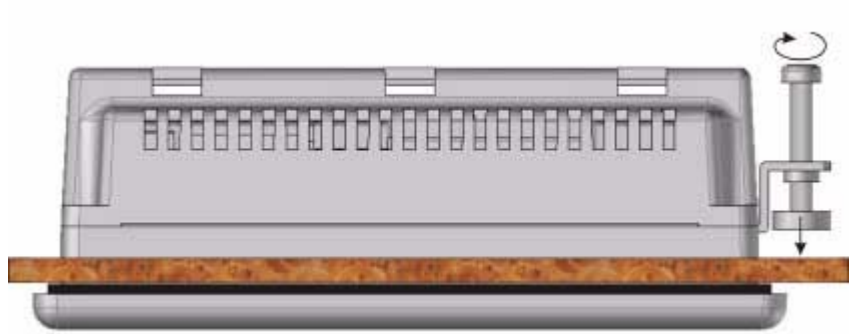

Figure 3.4 : Boîtier fixé au panneau
- 4 Introduisez un crochet dans une fente prévue à cet effet sur le boîtier et serrez légèrement la vis comme indiqué à la Figure 3.4 : Boîtier fixé au panneau.